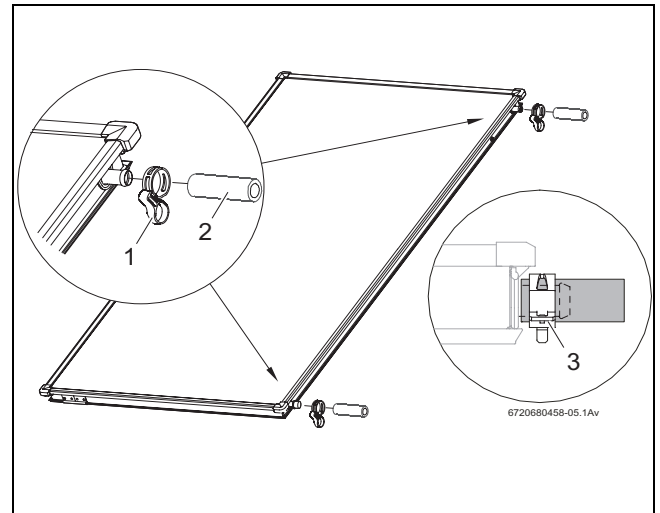

Fig. 34 Montaje previo del juego de conexión en el segundo colector
- Montar los tubos solares de 95 mm (Fig. 34, [2]) sobre las conexiones a la derecha del segundo y subsiguientes colectores.
- Deslice las abrazaderas (Fig. 34, [1]) sobre el tubo solar (la segunda abrazadera sirve más tarde para asegurar la conexión del otro colector).
- Después de que la abrazadera se encuentre bien montada, retire el anillo tensor para asegurar la conexión (Fig. 34, [3]).